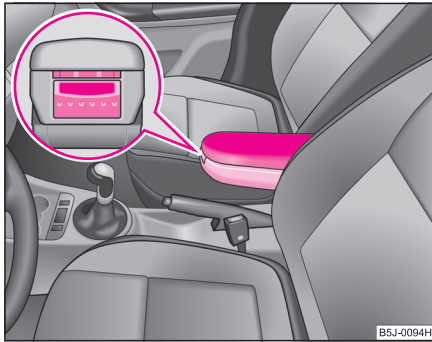

Fig. 75 Cotiera: Compartimentul de depozitare
- Pentru rabatarea cotierei apăsați tasta inferioară de pe partea frontală a cotierei ⇒ fig. 75. Rabatați cotiera în față și eliberați tasta.